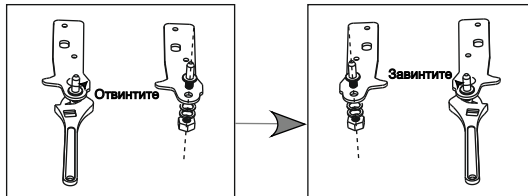

Рисунок 24
6. Отвинтите и снимите штырь нижней петли, поверните кронштейн в обратную сторону и зафиксируйте штырь обратно (рис. 24).